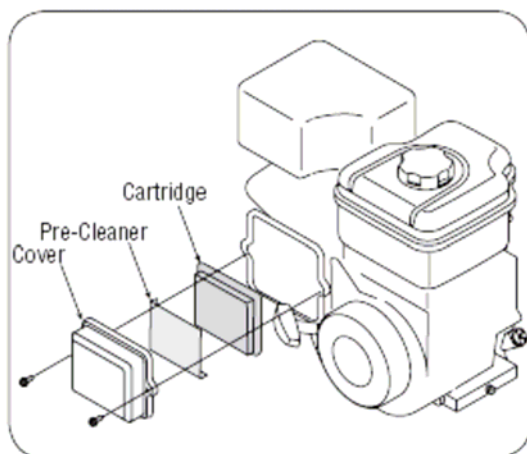

Figure 12
2. Откройте крышку и выньте фильтрующий элемент (смотри рисунок 12).